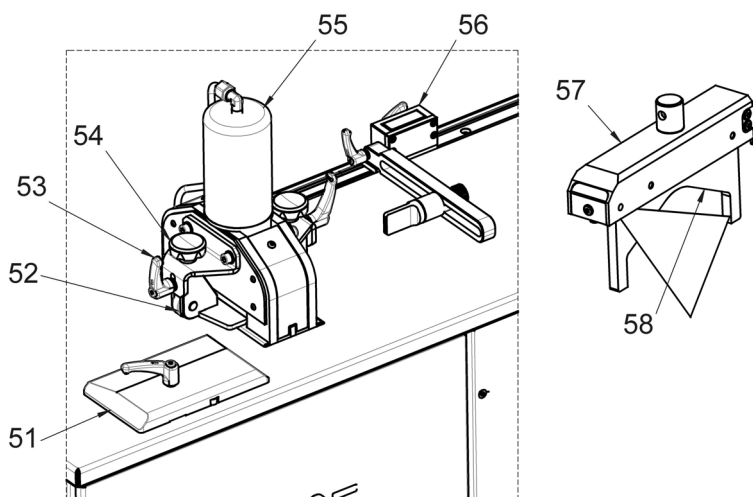

Bild 9: Kapa strömskenor
- Lossa klämspakarna på styrplattan på sidan (bild 9, 51) och ställ in styrplattan enligt strömskenans bredd.
- Lossa spännskruvarna (bild 9, 54) och låsspakarna (bild 9, 53) till de båda nedhållarna och ställ in nedhållarna enligt arbetsstyckets materialtjocklek.